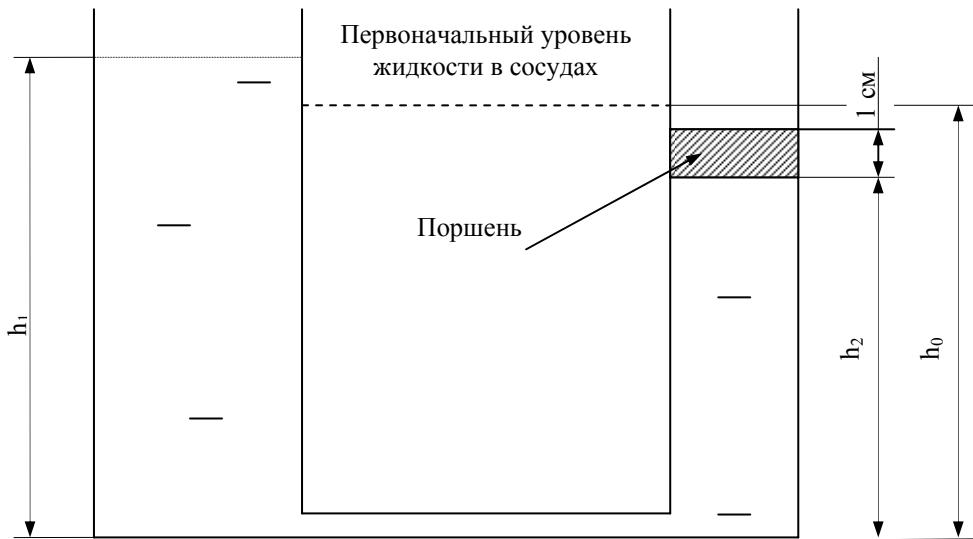

Рисунок 2.7 – схема к задаче 2.15
2.15 В один из сообщающихся сосудов (см. рис. 2.7), заполненных маслом плотностью $\rho = 790 \text{ кг/м}^3$, помещен стальной поршень диаметром $d_2 = 5 \text{ см}$. Определить, на какую высоту относительно начального уровня поднимется жидкость во втором сосуде, диаметр которого $d_1 = 9 \text{ см}$. Высота столбов жидкости показана на рисунке. Каково избыточное давление столба масла на дно сосуда, если изначально уровень жидкости в сосуде находился на отметке $h_0 = 0,34 \text{ м}$?